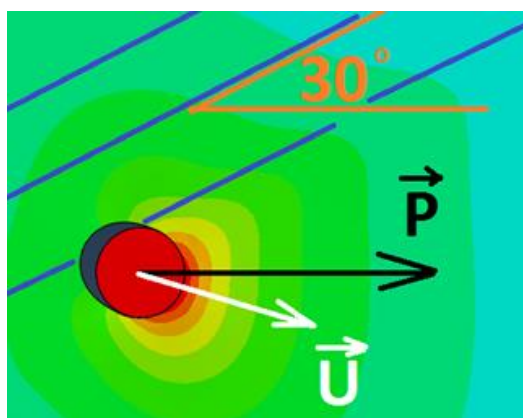

Рис. 18 Несоответствие направления перемещений смятия направлению действия силы смятия в композите
- В ПКМ перемещение смятия, в отличие от металла, не совпадает с направлением действия силы смятия (Рис. 18). Совпадение достигается лишь в том случае, когда сила смятия действует вдоль одного из направлений ортотропии материала. Методика, примененная в данной работе, корректно описывает поведение крепежа только в этом случае. Поэтому в ходе расчетов требуется контролировать получаемые направления сил смятия.